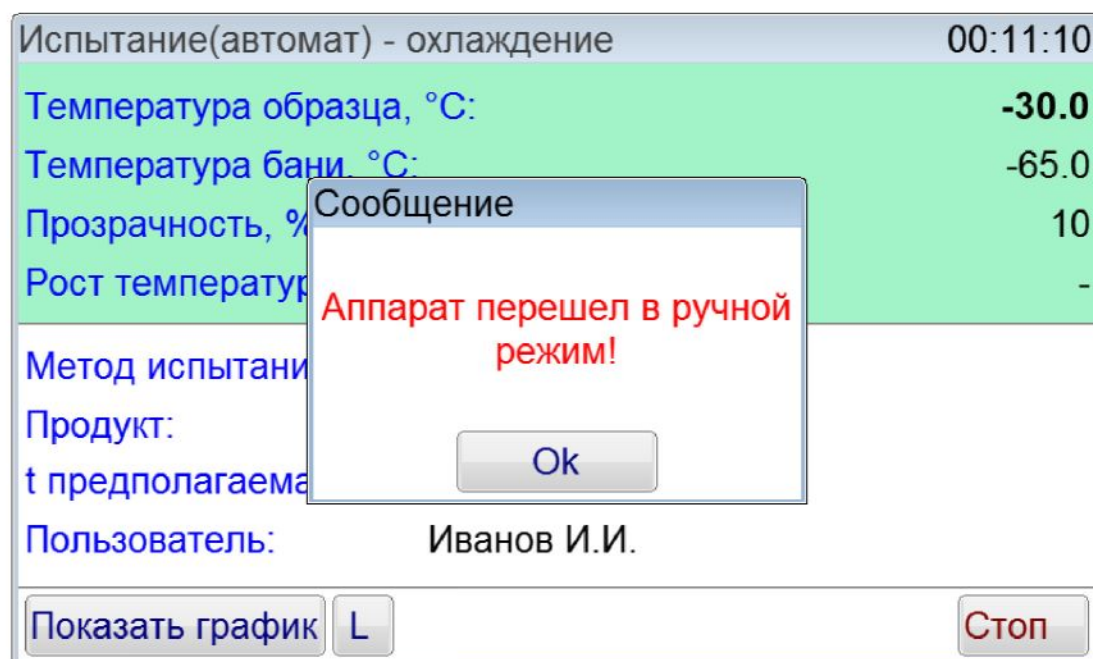

Рисунок 23 – Сообщение о переходе в ручной режим
4.5.8 Если во время испытания в автоматическом режиме технологический блок будет приподнят, аппарат перейдёт в режим ручного испытания, о чём будет выведено соответствующее сообщение (рисунок 23). Переключение из ручного режима в автоматический во время испытания невозможно.